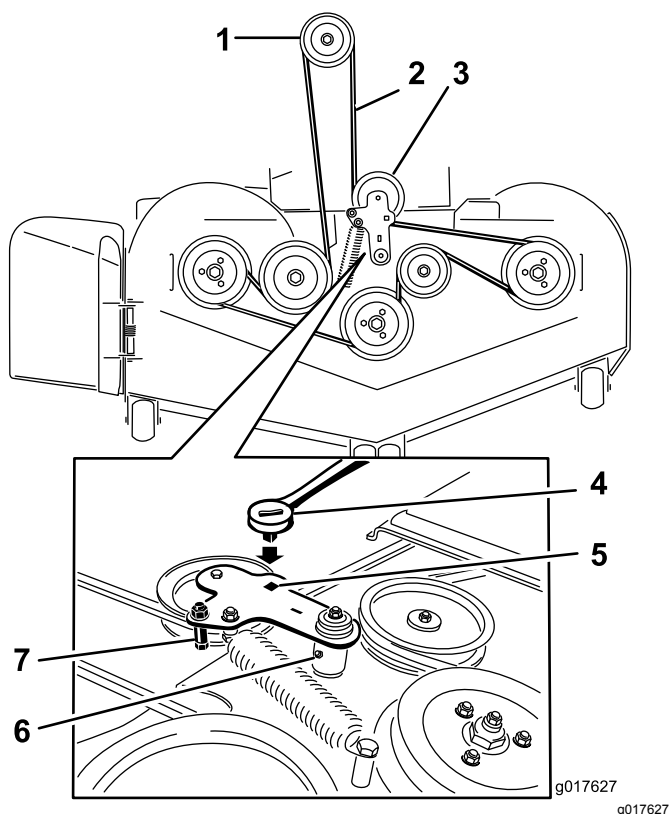

Figure 80
5. Insérez un rochet dans le trou carré du bras de la poulie de tension pour détendre le ressort de la poulie de tension (Figure 80).
7. Enlevez le guide-courroie situé sur le bras de la poulie de tension rappelé par ressort (Figure 80).
9. Acheminez la courroie neuve autour des poulies du tablier de coupe et de la poulie d'embrayage, sous le moteur (Figure 80).
- Montez le guide-courroie sur le bras de la poulie tension (Figure 80).
- Insérez le rochet dans le trou carré et montez le ressort de la poulie de tension (Figure 80).